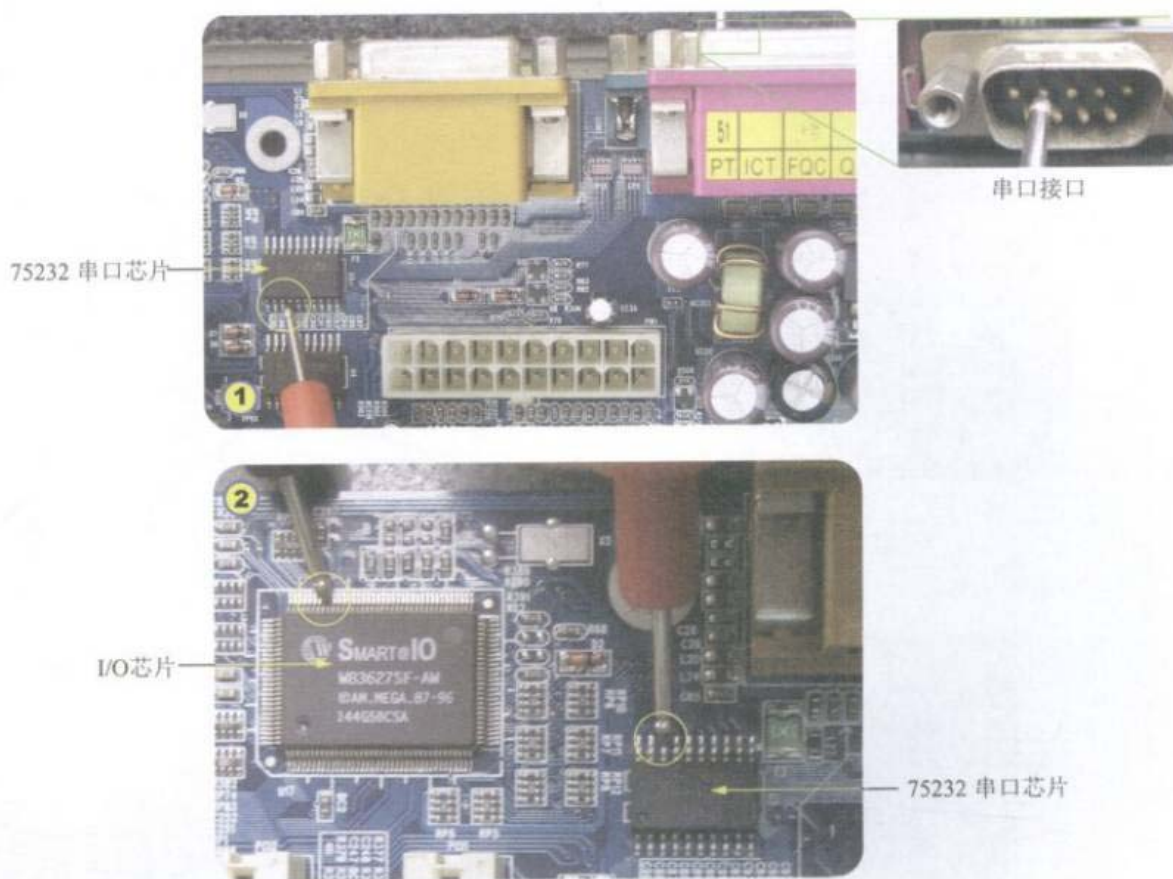

图5-42 测量串口插座到I/O芯片的线路
**Step 05** 测量串口插座的第2~9针脚到串口管理芯片和串口管理芯片到I/O芯片的线路，如图5-42所示。